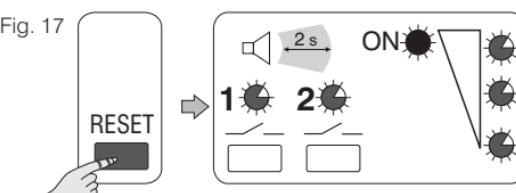

Fig. 17
- Appuyer brièvement sur la **touche "RESET"**: au relâchement toutes les **LEDs** s'allumeront en simultanée avec un signal sonore; la **LED ON** restera allumée fixe (fig. 17).